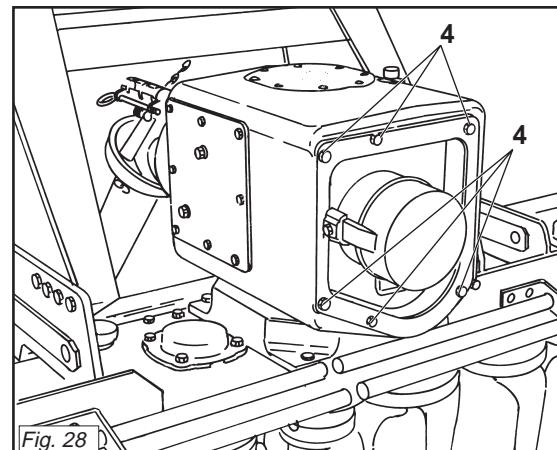

Fig. 28
La macchina è equipaggiata di un cambio a leva a tre velocità (Fig. 28) che in relazione alla coppia di ingranaggi posizionati posteriormente può fornire due gamme differenti di valori di rotazione dei rotori portacoltelli.
Per cambiare velocità è necessario sfilare la coppiglia di sicurezza (1 Fig. 28), rimuovere l'asta (2 Fig. 28) che blocca in posizione la leva delle marce e quindi spostare la leva stessa nella selezione desiderata.
- scaricare l'olio dalla scatola cambio svitando il tappo inferiore (3 Fig. 28);
- rimuovere il coperchio (4 Fig. 28) con cura per non danneggiare il paraolio posizionato in corrispondenza dell'albero della presa di forza uscente e l'anello OR;
*The machine is equipped with a three-speed lever operated gearbox (Fig. 28) which can supply two different ranges of spinning values for the blade rotors in relation to the pair of gears installed at the rear.*
*To change the speed, remove the safety split pin (1 Fig. 28), remove the rod (2 Fig. 28) that locks the gear lever in position and then move the lever itself to the desired position.*
- drain the oil from the gearbox by unscrewing the lower plug (3 Fig. 28);
- remove the cover (4 Fig. 28) with care to prevent damage to the oil seal installed on a level with the output PTO shaft and the OR ring;
Die Maschine ist mit einem Schaltthebel mit drei Stellungen ausgestattet (Abb. 28), der je nach den beiden Zahnrädern, die hinten positioniert sind, zwei unterschiedliche Drehzahlbereiche für die Rotation der Messertragerotoren liefern kann.
Um einen anderen Gang zu erhalten, den Sicherungssplint (1 Abb. 28) herausziehen, die Stange (2 Abb. 28) entfernen, mit der der Gangschaltthebel blockiert wird, um den Hebel dann in die gewünschte Stellung zu bringen.
- Das Öl aus dem Getriebegehäuse ablassen, indem man den unteren Stopfen (3 Abb. 28) abschraubt.
- Den Deckel (4 Abb. 28) sorgfältig abnehmen, um die Oldichtung auf dem austretenden Zapfwellenstummel und den O-Ring nicht zu beschädigen.
*La machine est équipée d'une boîte à trois vitesses, avec commande par levier (Fig. 28). Suivant le couple d'engrenages placés à l'arrière, il peut fournir deux gammes différentes de valeurs de rotation des rotors porte-couteaux.*
*Pour changer de vitesse il faut retirer la goupille de sécurité (1 Fig. 28), déposer la tige (2 Fig. 28) qui bloque le levier de vitesses pour pouvoir le déplacer sur la sélection désirée.*
- laissez sortir l'huile de la boîte de vitesses après avoir dévissé le bouchon en bas (3 Fig. 28);
- enlevez le couvercle (4 Fig. 28) en faisant attention à ne pas endommager le joint pare-huile qui se trouve au niveau de l'arbre de sortie de la prise de force et le joint d'étanchéité;
La máquina está equipada con un cambio de palanca de tres velocidades (Fig. 28) que en base al par de engranajes emplazados en posición posterior puede suministrar dos diversas gamas de valores de rotación de los rotores porta-cuchillas. Es muy útil para terrenos no uniformes, ya que facilita el trabajo sobre el terreno, manteniendo constante la velocidad de marcha del tractor.
Para cambiar velocidad es necesario extraer el pasador de seguridad (1 Fig. 28), quitar la varilla (2 Fig. 28) que bloquea en posición la palanca de las marchas y luego desplazar la palanca misma en la selección deseada.
- descargar el aceite de la caja de cambios desenroscando el tapón inferior (3 Fig. 28).
- quitar la tapa (4 Fig. 28) con cuidado para no dañar el guardagotas emplazado en coincidencia con el eje de la toma de fuerza de salida y el anillo OR.